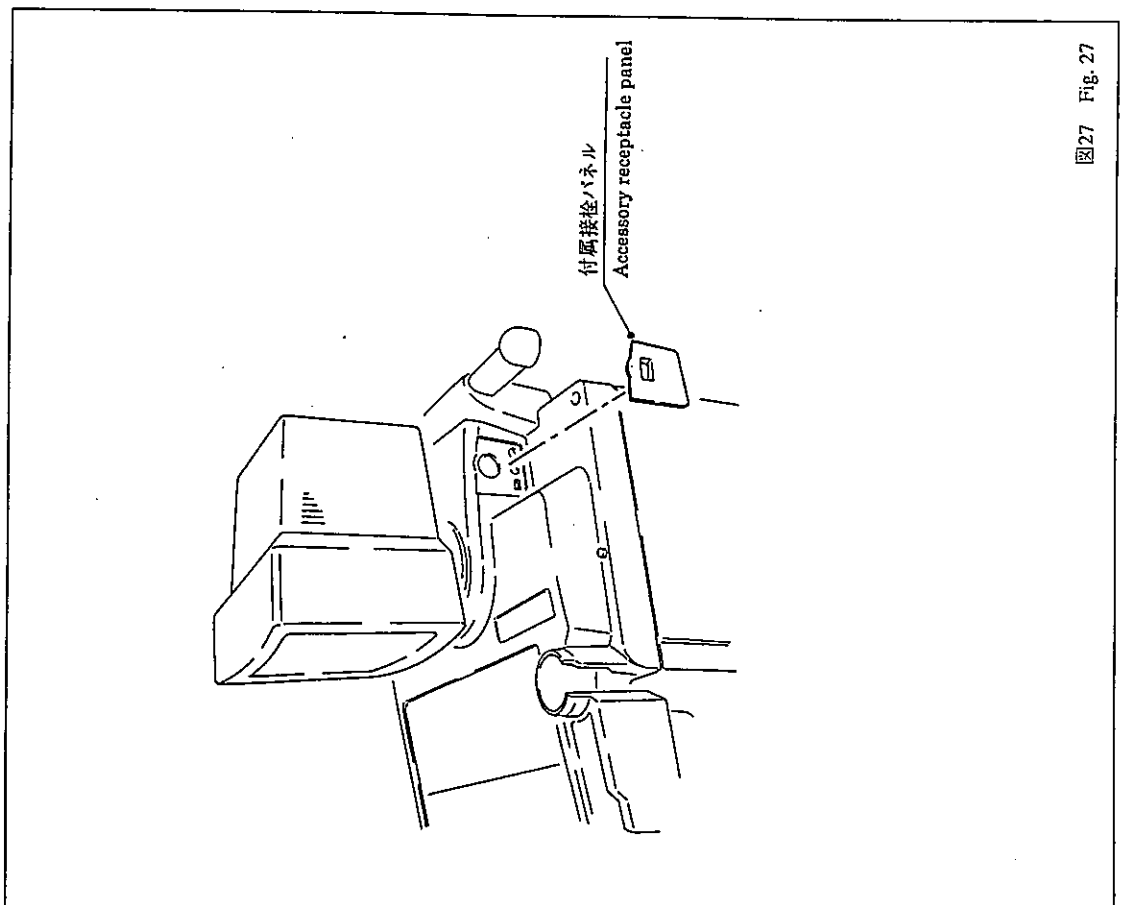

図27 Fig. 27
- (1) 付属接栓パネルを、パネルエスカッションの図の位置に貼り付ける。(図27)
- (1) Attach accessory receptacle panel to panel escutcheon at illustrated position.(Fig. 27)